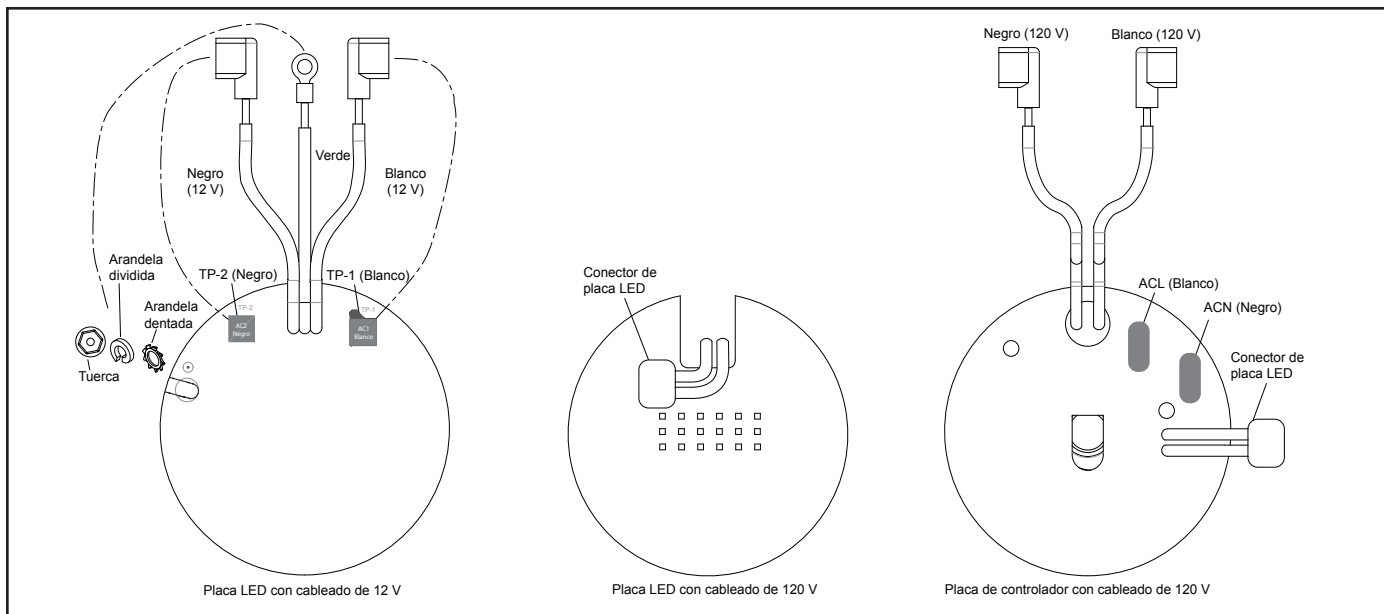

Figura 7. Reemplazo y cableado de emisor de luz (PCB) pequeño
2. Extraiga dos (2) tuercas y dos (2) arandelas.
5. Coloque el nuevo controlador de iluminación en la lámpara con la orientación que se muestra en la Figura 7.
6. Sujete el controlador de iluminación con una (1) arandela y una (1) tuerca en el lado derecho del controlador. Aplique 12 libras pulgada de fuerza de torsión.
2. Extraiga dos (2) tornillos y seis (6) arandelas.
6. Coloque la nueva placa LED en el disipador de calor con la orientación que se muestra en la Figura 7.
7. Sujete la placa LED con dos (2) tornillos y dos (2) arandelas.
3. Extraiga dos (2) tornillos del disipador de calor y retire el disipador.
5. Extraiga dos (2) postes metálicos de la placa de controlador.
6. Extraiga la placa de controlador y coloque la nueva placa de controlador de iluminación en la lámpara con la orientación que se muestra en la Figura 7.
10. Sujete el disipador de calor con dos (2) tornillos.
12. Coloque la nueva placa LED en el disipador de calor con la orientación que se muestra en la Figura 7.
13. Sujete la placa LED con dos (2) tornillos y seis (6) arandelas.